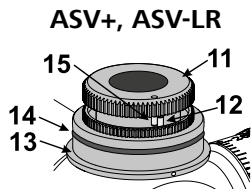

Fig. 5
5. Wyjąć zabierak (11) z zatrzasku i założyć w taki sposób, by trzpień oporowy (15) zabieraka (11) przylegał do trzpienia oporowego (12) pierścienia zatrzaskowego (13), jak pokazano na rys. 5.